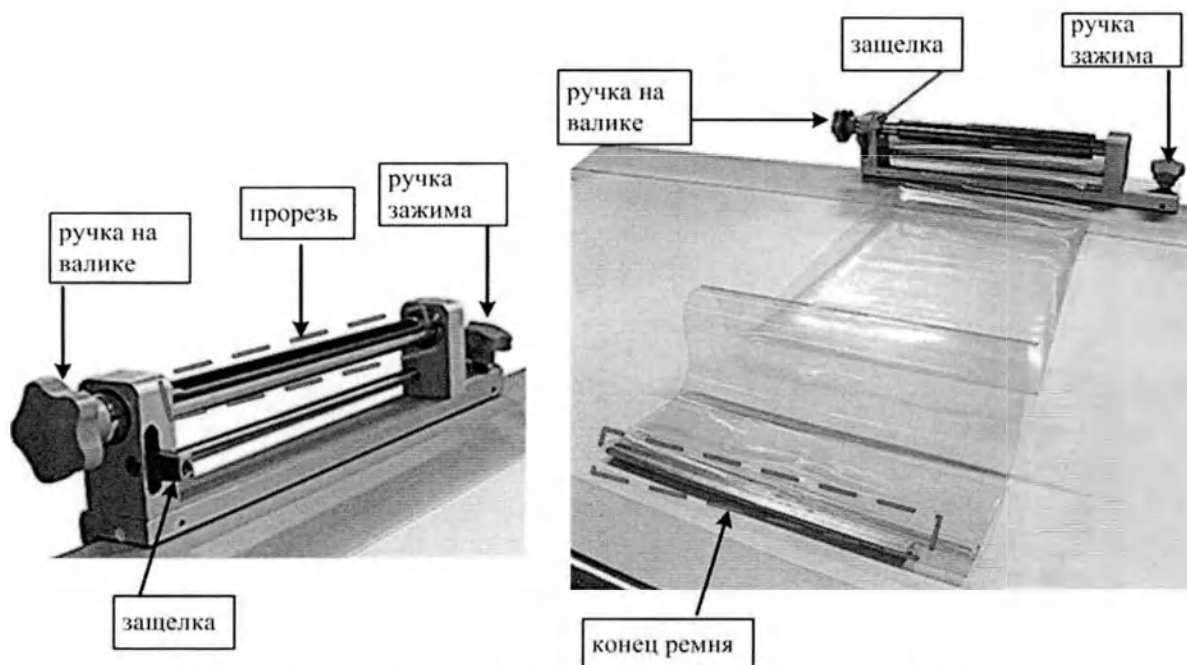

Рисунок 4.9 – Установка и крепление компрессионного ремня
2. Закрепите поручни на деке вращением ручек зажима (см. Рисунок 4.9).
Примечание. Необходимое натяжение компрессионного ремня обеспечивают защелки (см. Рисунок 4.9, поз. 3). В верхнем положении защелки позволяют вращать ручки для обеспечения натяжения и ослабления компрессионного ремня. В нижнем положении ослабление невозможно, но обеспечивается натяжение компрессионного ремня и увеличение давления на пациента.